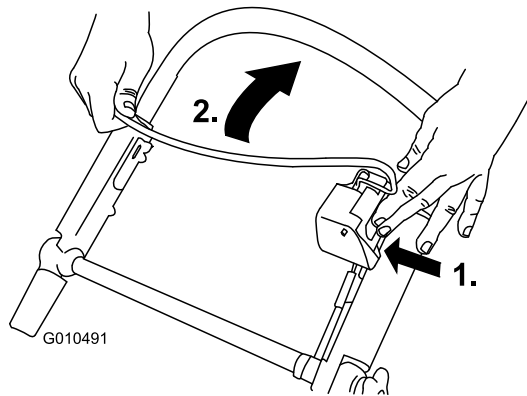

Figura 20
2. Gire la palanca de la válvula de combustible a la posición de Abierto (Figura 20).
1. Pulse el botón de control de la cuchilla y tire de la barra de control de la cuchilla hacia el manillar (Figura 20).